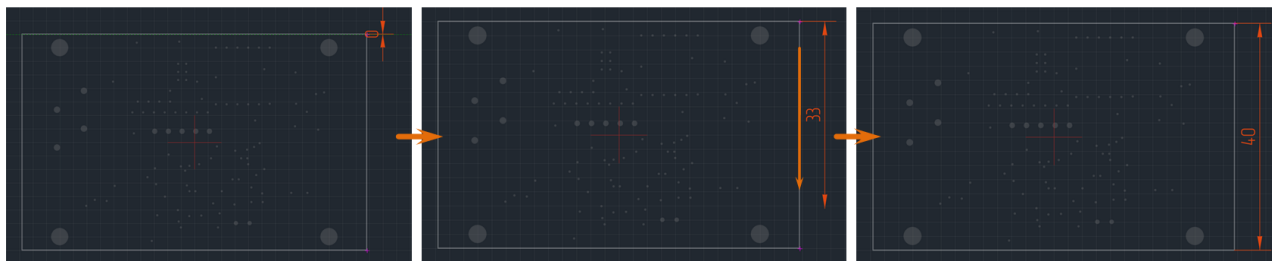

Рис. 289 Размещение вертикальной размерной линии
4. Переместите курсор, определяя положение второй выносной линии, см. Рис. 289. Установите длину и направление выносных линий, перемещая курсор. Возможный вид размерной линии будет отображаться на экране.